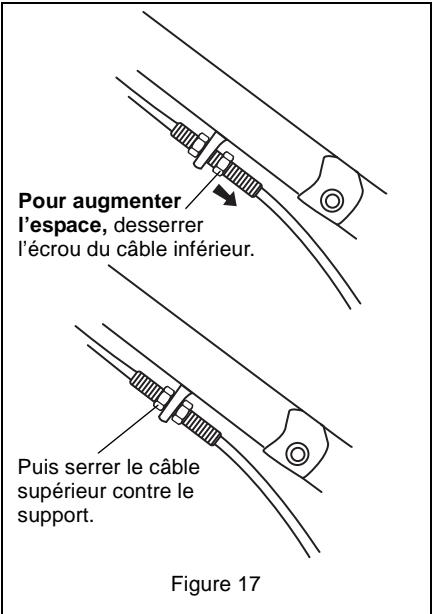

Figure 17
1. Desserrer l'écrou du câble inférieur sur le câble de commande d'entraînement des roues puis serrer l'écrou du câble supérieur contre le support du régulateur. Voir Figure 17.